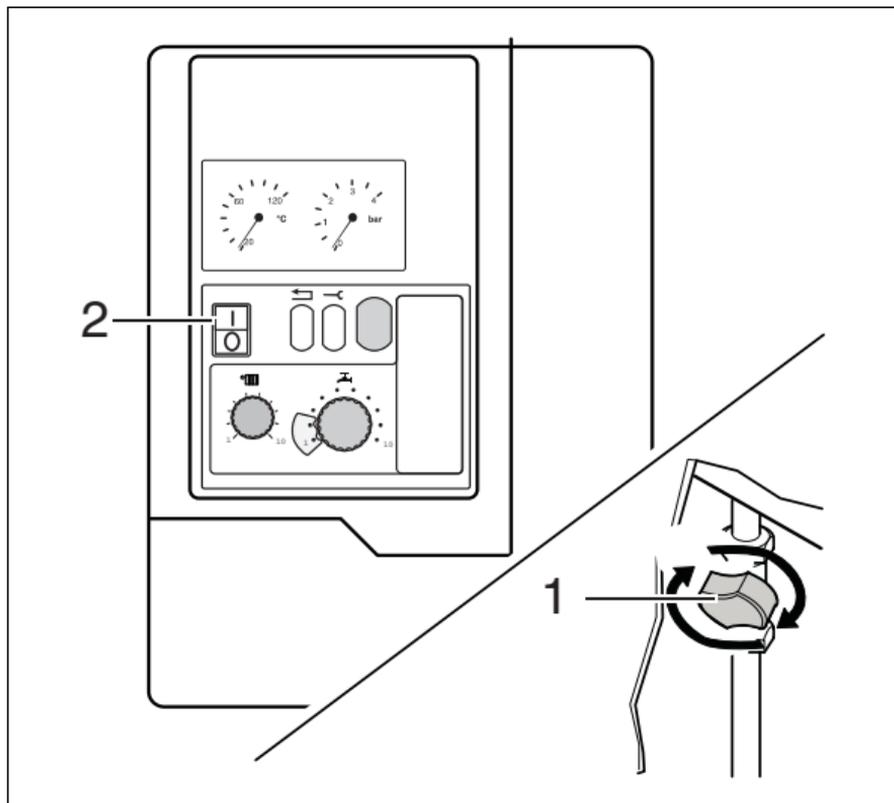

Fig. 3 Interruttore di rete, rubinetto del gas
- Mettere l'interruttore di rete (fig. 3, pos. 2) sulla posizione "0".
- Chiudere il rubinetto del gas: girarlo verso destra (fig. 3, pos. 1).